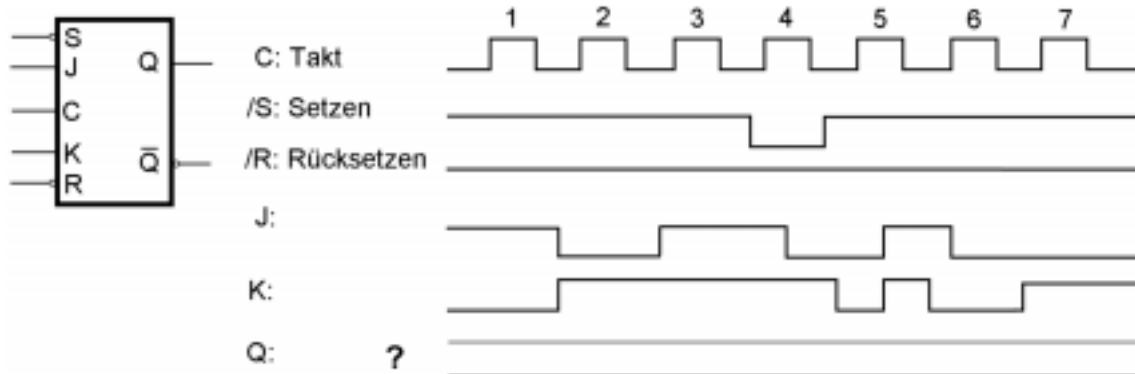

Abbildung 7
- Z3. An den Eingängen eines JK-Flipflop messen Sie den Signalverlauf gemäß Abbildung 7. Was erwarten Sie am Ausgang?